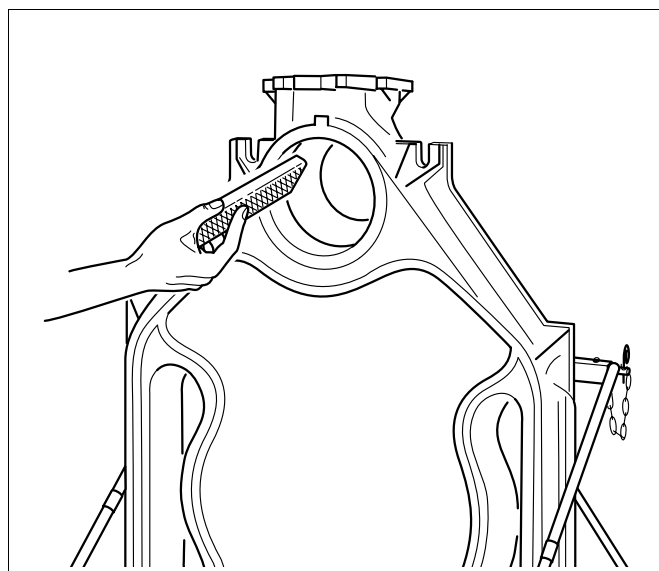

Fig. 12 Affiling af grat
- Fil en eventuel grat på nippelgangene af (fig. 12).
- Fil den eventuelle grat på nippelgangene af (som på fig. 12, side 19).